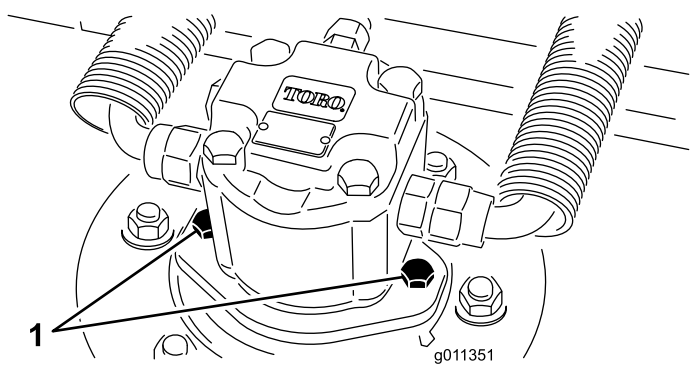

Figura 81
2. Desconecte el motor hidráulico y retírelo de la carcasa (Figura 81). Tape la parte superior del eje para evitar la contaminación.
4. Instale el motor hidráulico en la carcasa (Figura 81). Asegúrese de que la junta tórica está correctamente colocada y que no está dañada.